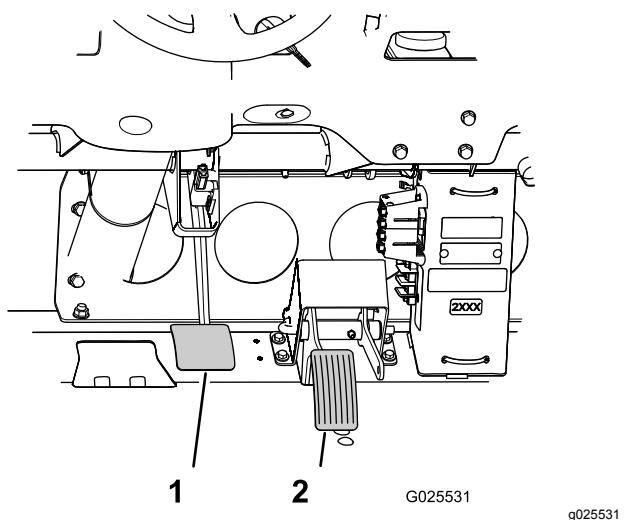

Рисунок 77
- Поднимайте педаль тормоза, (Рисунок 77) пока она не коснется рамы.